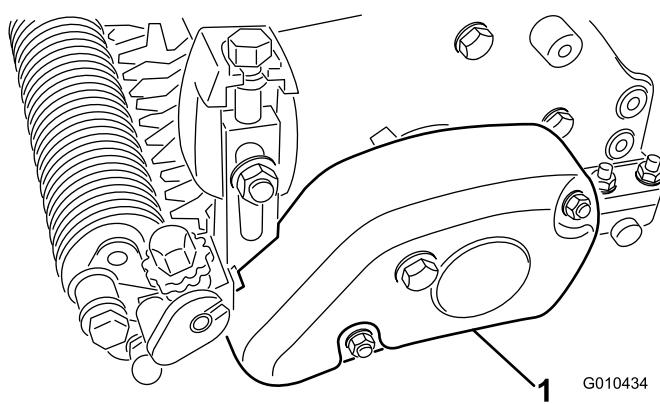

Figure 20
- Montez le couvercle de courroie sur le carter du groomer à l'aide de 2 contre-écrous (M8), comme montré à la Figure 20.